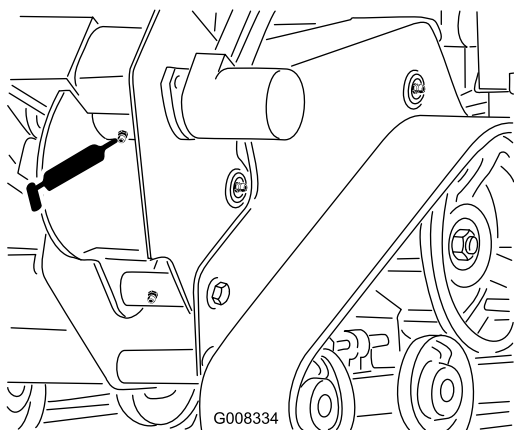

Рисунок 27
3. Ветошью очистите масленку на корпусе траншеекопателя и подсоедините к ней смазочный шприц (**Рисунок 27**).